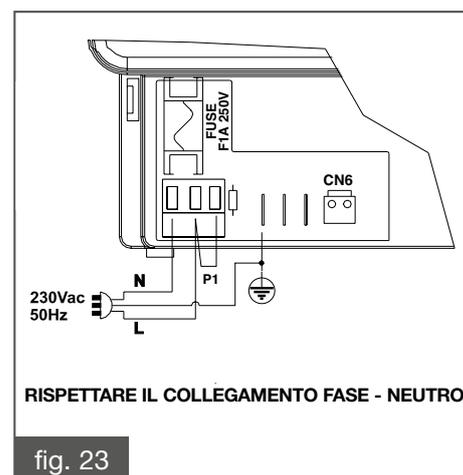

fig. 23
- Collegare i fili di FASE e NEUTRO rispettivamente ai morsetti L ed N della morsettiera. Con l'ausilio di un fast-on collegare il cavo di terra al morsetto **F2** (fig. 23). **Attenzione: in caso di inversione FASE con NEUTRO, la macchina non esegue correttamente la fase di accensione.**
- Verificare che sia montato il ponticello **P1** tra il secondo e terzo morsetto della morsettiera di alimentazione (fig. 23).
Per le opzioni 1) e 2) è sufficiente rimuovere il ponte elettrico **P1** (fig. 23) presente sulla morsettiera di alimentazione e collegare il termostato ambiente remoto o il combinatore telefonico al morsetto libero (fig. 22).